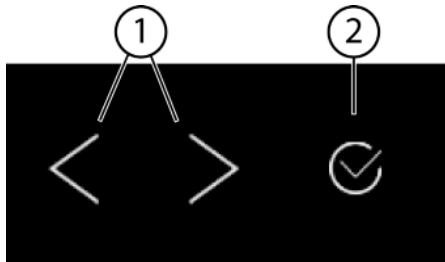
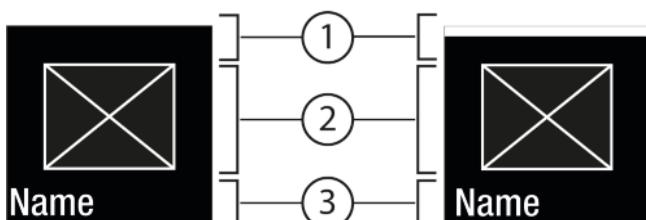
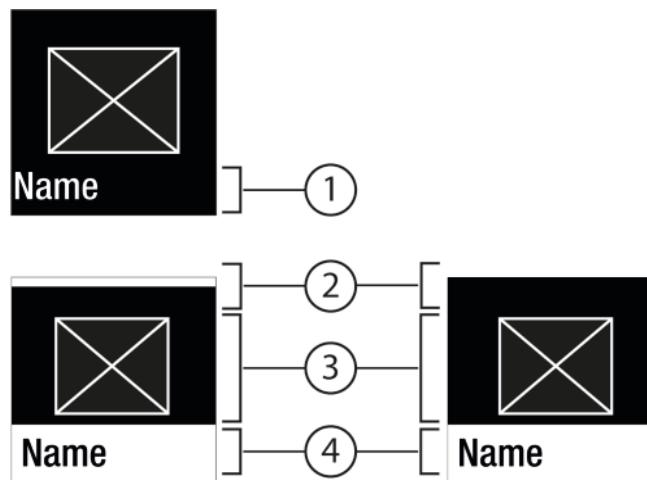

Fig. 5
Fig. 6
Fig. 7
(1) Навигационная стрелка влево / вправо
(2) Подтвердить
Навигационная стрелка влево / вправо Fig. 5 (1):
Подтвердить Fig. 5 (2):
- Навигация при помощи навигационной стрелки влево / вправо Fig. 5 (1).
- С помощью Подтвердить Fig. 5 (2) активировать Fig. 6 (1) / деактивировать Fig. 6 (1) функцию / настройку.
- С помощью Подтвердить Fig. 5 (2) вызвать Подменю Fig. 7 (4).
- Установка нового значения: С помощью Подтвердить Fig. 5 (2) выбрать деактивированное значение Fig. 6 (1).
- Назад в меню: С помощью Подтвердить Fig. 5 (2) выбрать уже активированное значение Fig. 6 (2).
- Навигационные стрелки Fig. 5 (1) нажмите до тех пор, пока не появится индикация функции .
- Нажмите на Подтвердить Fig. 5 (2).
- С помощью навигационных стрелок Fig. 5 (1) выберите значение настройки.
- Состояние: активировано Fig. 6 (1) появляется недолго в Подменю Fig. 7 (4).
- ▶ Нажмайте навигационные стрелки Fig. 5 (1) до тех пор, пока не появится индикация настроек .
- ▶ Нажмите на Подтвердить Fig. 5 (2).
- ▶ Нажмайте навигационные стрелки Fig. 5 (1) до тех пор, пока не появится индикация требуемой настройки.